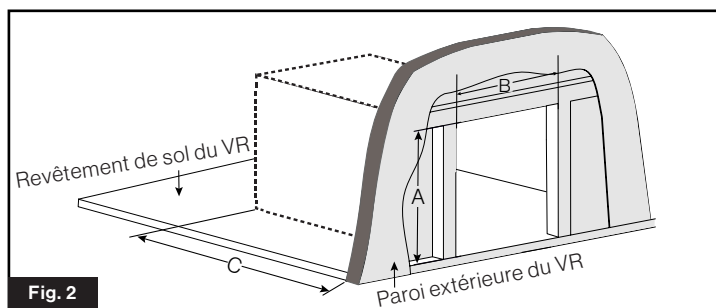

Fig. 2
- Créez une découpe avec les dimensions suivantes A et B de la Fig. 2.
2. L'ouverture peut nécessiter un ajustement pour s'adapter aux exigences d'installation de la Fig. 2. Référez-vous aux instructions d'installation de la porte, pour des consignes d'installation supplémentaires, les exigences et les options pour redimensionner l'ouverture. (Fig. 8)
- Repérez le point d'entrée de la plomberie pour l'entretien de l'arrière de l'appareil. Assurez-vous que le point d'entrée ne se trouve pas dans la partie inférieure de l'appareil. (Fig. 2)
2. Repérez le point d'entrée de câblage pour l'entretien de l'arrière de l'appareil. Assurez-vous que le point d'entrée ne se trouve pas dans l'espace au sol de l'appareil (Fig. 2). Assurez-vous que tous les bords sont protégés afin d'éviter l'abrasion du fil.
1. Repérez le point d'entrée de la plomberie pour l'entretien de l'arrière de l'appareil. Assurez-vous que le point d'entrée ne se trouve pas dans la partie inférieure de l'appareil (Fig. 2)